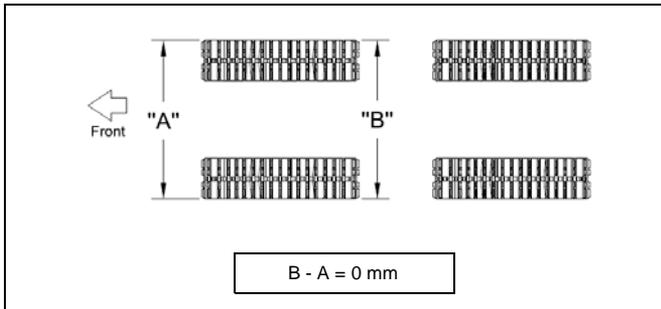

Abbildung 10
Die Parallelität muss eingestellt werden, wenn sich das UTV auf dem Boden befindet. Fahren Sie etwa 3 m vorwärts und messen Sie den Vorspur-Abstand. Er sollte gleich sein und sowohl vorne (A) als auch hinten (B) 0 mm betragen (siehe Abbildung 10).